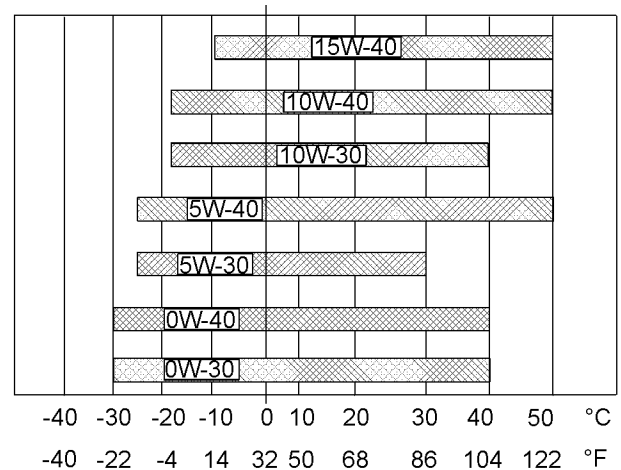

Abbildung 73
Informationen zur Bestimmung der erforderlichen Ölviskosität beim Starten eines kalten Motors sind der Abbildung 73 (Tiefsttemperatur) zu entnehmen.
Zur Bestimmung der notwendigen Ölviskosität für den Motorbetrieb bei der höchsten zu erwartenden Umgebungstemperatur siehe Abbildung 73 (maximale Temperatur).
- Siehe die entsprechenden "Schmierstoffviskositäten" . Siehe die entsprechende Abbildung 73 , um den richtigen Viskositätsgrad für den Motor zu bestimmen.